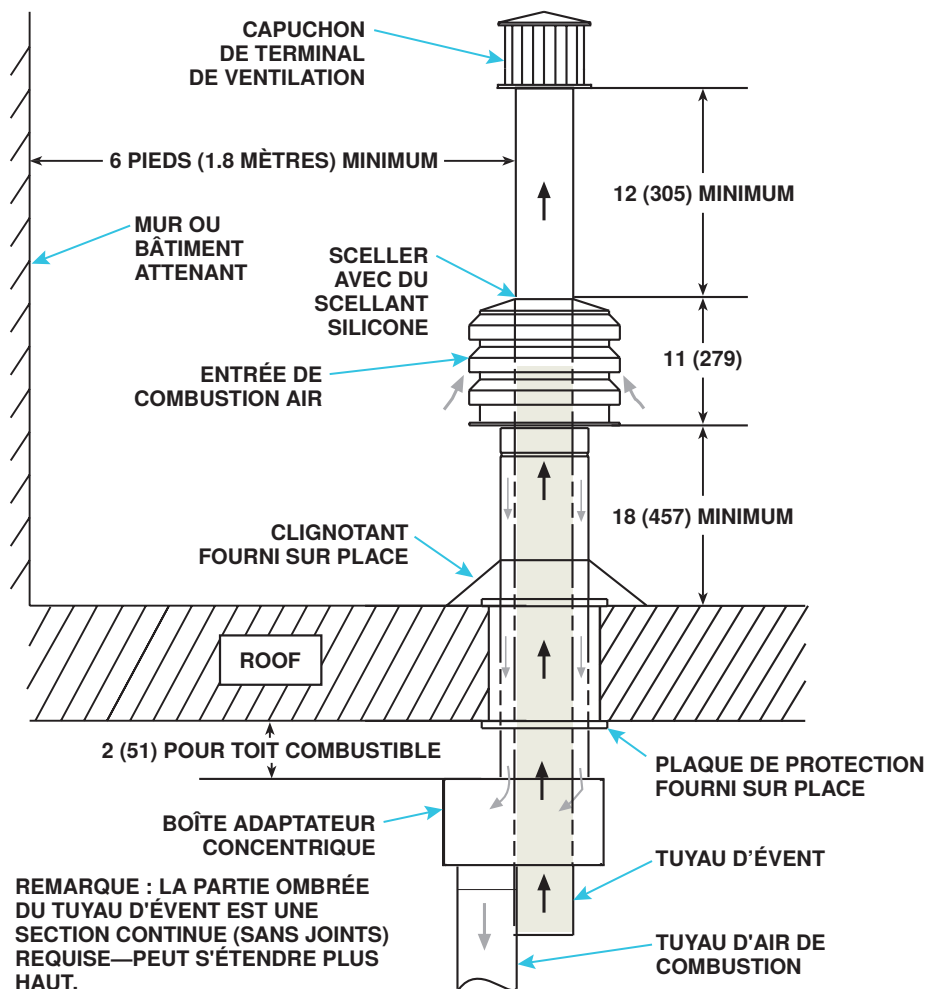

Figure 20. Installation de l'option CC2
- b. Choisissez un emplacement à l'abri des courants d'air et qui offre assez d'espace pour chaque boîtier adaptateur concentrique. L'emplacement des terminaux d'évacuation doit respecter les distances entre les bâtiments, comme illustré à la Figure 20.
11. Vérifiez la conformité à la Figure 20 et à toutes les exigences d'échappement spécifiques données ci-dessus.